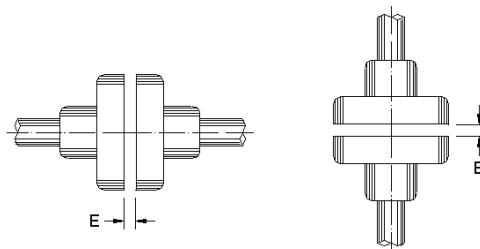

Figura 4.10: Folga axial do acoplamento (E)
Alinhar cuidadosamente as pontas de eixo e, sempre que possível, usar acoplamento flexível, deixando uma folga (E) mínima de 3 mm entre os acoplamentos, conforme mostrado na Figura 4.10.